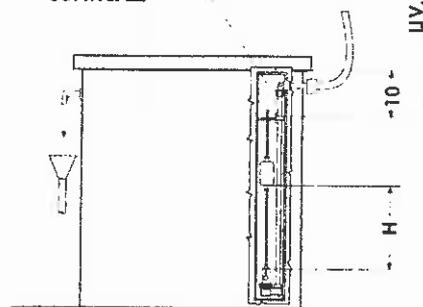

Fig. 5
- Riempire il contenitore di sale fino a 10 mm dal bordo tubo salamoia (Fig. 5).